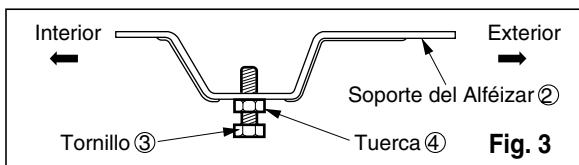

Fig. 3
2. Instale la bandeja de drenaje por encima de la esquina de la tapa de donde retiró el tapón con 4 (o 2) tornillos. (Ver Fig.3)
3. Conecte la manguera de drenaje a la salida situada en la parte inferior de la bandeja de drenaje. Puede adquirir una manguera de drenaje o una tubería apropiada en su localidad que satisfaga sus necesidades particulares (la manguera no se suministra). (Ver Fig.3)
4. Seleccione la conexión más apropiada entre las figuras siguientes (teniendo en cuenta el orificio de la unidad). (Ver Fig.3)
3. Ligeramente ensamble el soporte del alféizar usando las partes de la fig. 3.